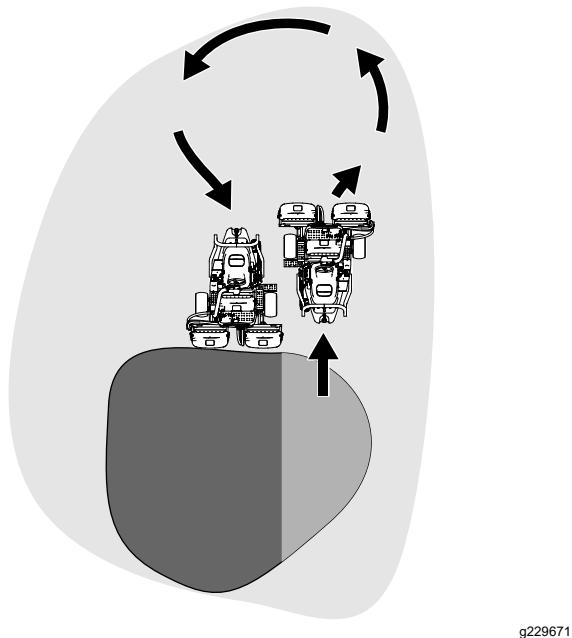

図 27
6. U ターンするとき、一旦反対側にハンドルを切つてから旋回すると、楽に、しかも効率良く回ることができて次の列そろえが楽になります。反対側に軽く振ってから旋回すると雨だれ形の旋回図 27 になって、スムーズに次の列に入ることができます。